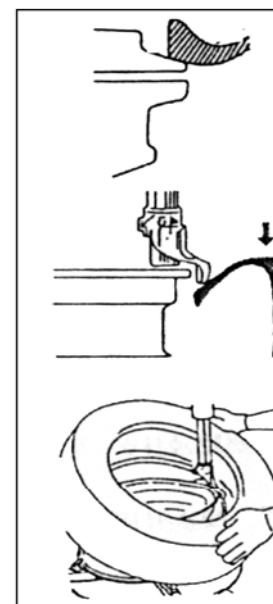

fig18
Placez la tête de démontage (4) au bord de la jante et déplacez la valve d'air. Un des côtés du pneu doit être placé sur le bord supérieur de la tête de montage / démontage (4) tandis que l'autre se place dessous, de manière à ce que le pneu entre dans la gorge de la jante (Fig. 18). Appuyez sur la pédale contrôlant le plateau (8) pour le faire tourner dans le sens des aiguilles d'une montre et monter le premier talon sur la jante.